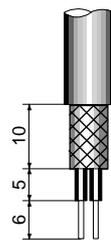

Bild 2: Buskabel abisolieren (Maße in mm)
6. Buskabel abisolieren (Bild 2) und am Klemmenblock [9] anklemmen. Kabelschirm mit Kabelschelle [8] an die Leiterplatte klemmen.